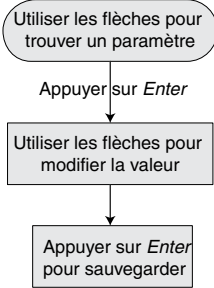

Figure 12 – Modification d'une valeur de paramètre
- B. Procéder comme il est indiqué à la Figure 12.